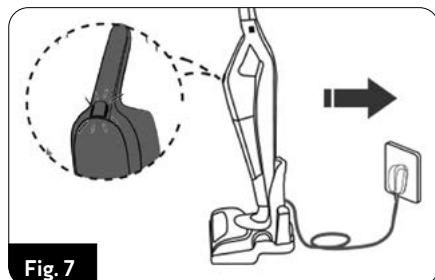

Fig. 7
2. Posizionare l'aspirapolvere correttamente assemblato nell'impugnatura principale e con l'elettrospazzola sulla docking station (Fig.7). Collegare il caricabatterie alla rete elettrica.